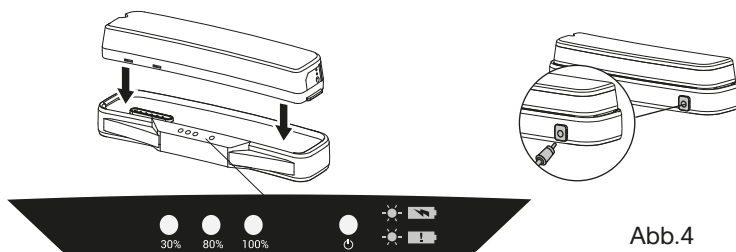

Abb.4
- Setzen Sie den Akku senkrecht in das Ladegerät ein und schließen Sie es an die Stromversorgung an. Die 100 %-Anzeige leuchtet auf, um einen vollständig geladenen Zustand anzuzeigen (siehe Abb. 4).
1 Rechte Seite Anzeige: Grün für normales Laden, Rot für ein Problem mit dem Akkufach (siehe Abb. 4).